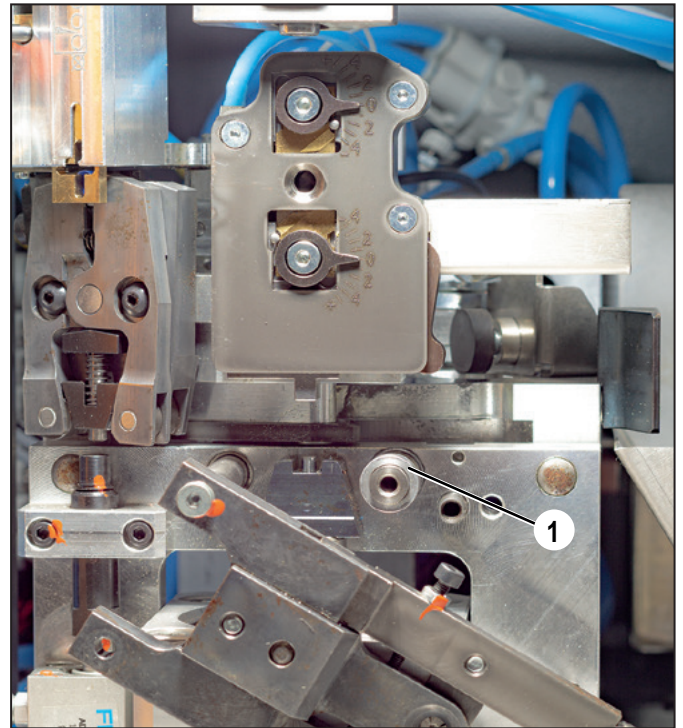

Bild 7.5 Lossad montagehållare för flertrådiga ledare
- Kontrollera att valsarna (1) på crimpverktyget kan röra sig fritt.
- Kontrollera att valsarna (2) på hållartängerna för ledare kan röra sig fritt.
- Smörj styrstiftet (3) på hållartängen.
- Smörj de sidolöpande ytorna (4) på hållartängen.
- Sätt tillbaka trådfixeringsenheten och se till att distansbussningen (Bild 7.5, 1) placeras på den högra axeln.